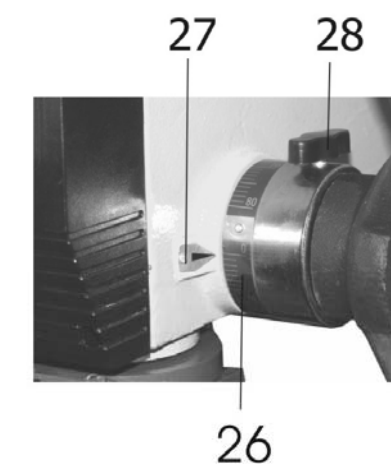

Рис.7
10.4. Контроль и регулировка глубины сверления «глухих» отверстий производится по шкале (26), Рис.7. Для этого необходимо ослабить фиксирующую ручку (28), затем установив вращением кольца шкалы (26) необходимую глубину сверления глухого отверстия, сопоставив соответствующее деление шкалы (26) с указателем (27), Рис.7. После этого необходимо зафиксировать заданную настройку фиксирующей ручкой (28). При достижении заданной глубины сверления нулевая риска на шкале (26) совпадет с указателем (27), Рис.7.